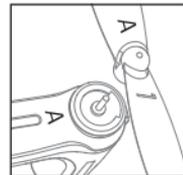

Bild 16
**Hinweis:** Stellen Sie sicher, dass sich der Propeller „A“ auf dem mit „A“ gekennzeichneten Arm und Propeller „B“ auf dem mit „B“ gekennzeichneten Arm befindet (Bild 16).